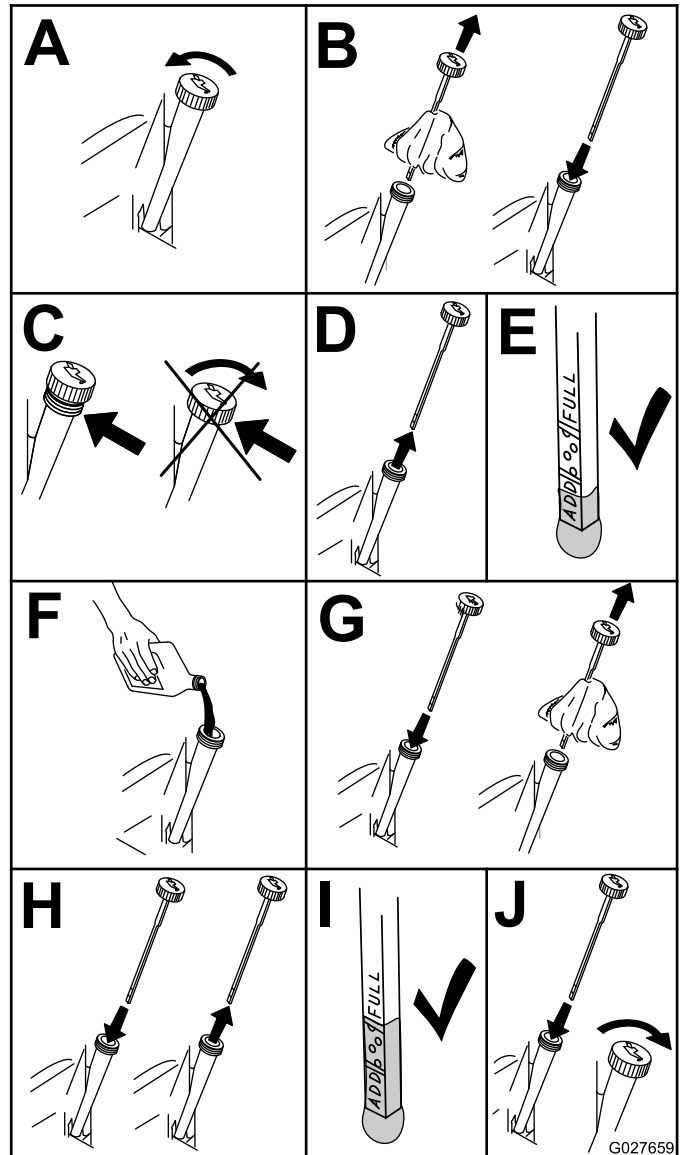

Figure 39
4. Contrôlez le niveau d'huile moteur (Figure 39).